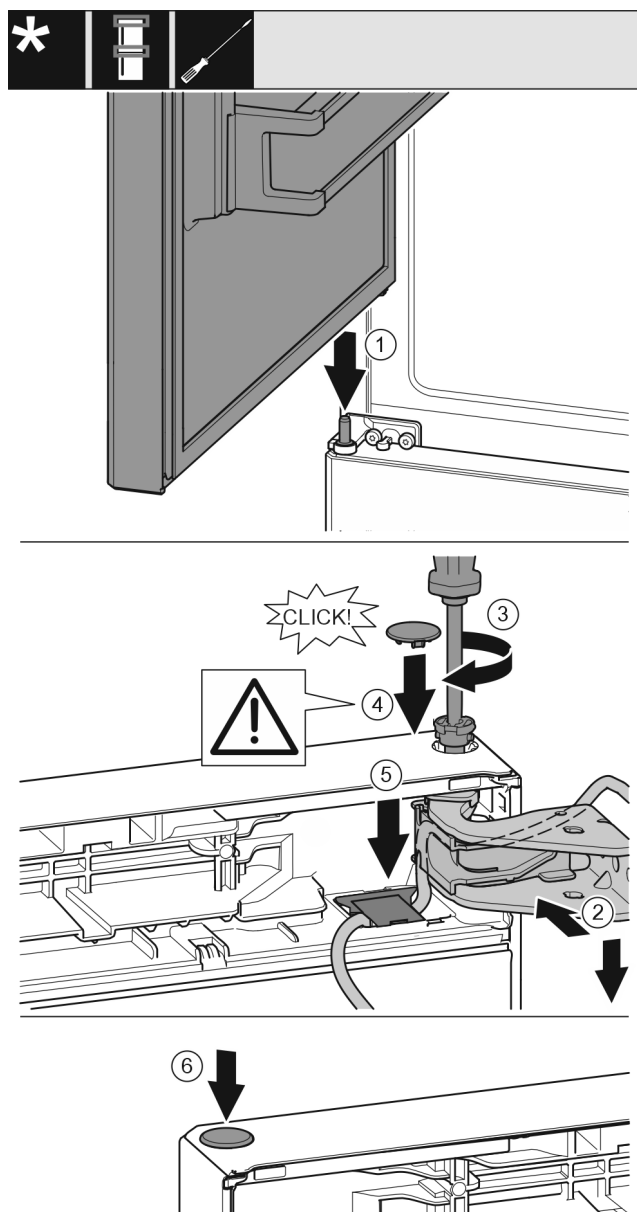

Fig. 42
- Horní dveře usadíte na prostředním ložiskovém čepu Fig. 42 (1)
- Dveře nahoře vyrovnejte s otvorem ve stojanu ložiska. Fig. 42 (2)
- Vložte čep a pevně jej utáhněte šroubovákem T15. Fig. 42 (3)
- K zajištění dveří namontujte bezpečnostní kryt: Bezpečnostní kryt nasadíte a zkontrolujete, zda přiléhá na dveře. V opačném případě čep zcela zasuňte. Fig. 42 (4)
- Vložte kryt a zatlačte jej směrem dolů, dokud nezacvakne. Fig. 42 (5)
- Vložte zátku. Fig. 42 (6)